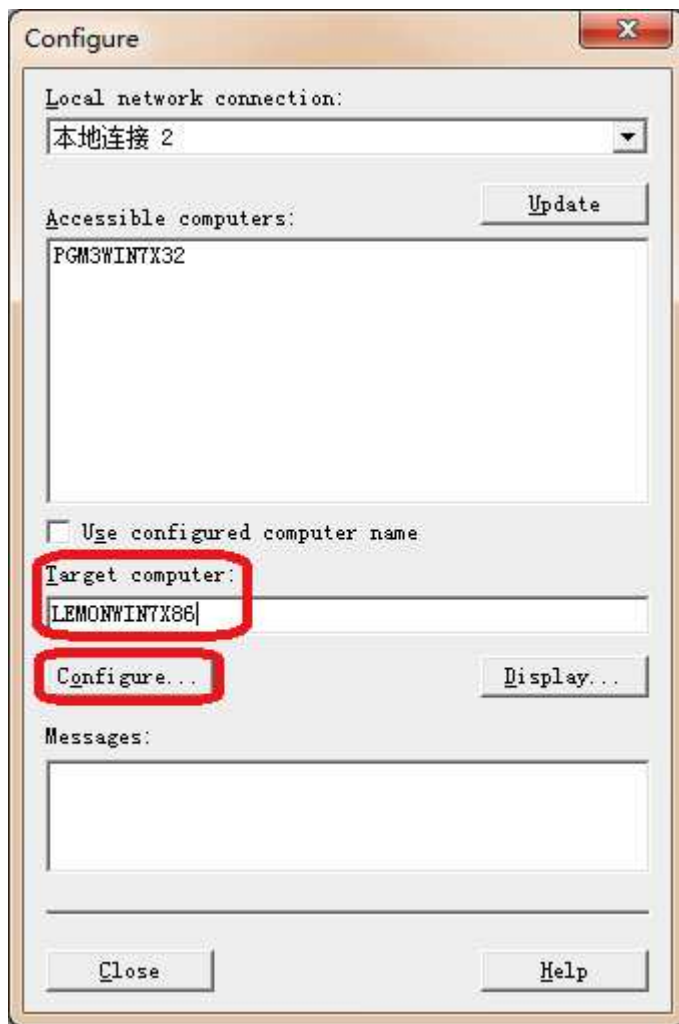

图16
(H) 如果可访问的计算机列表中没有出现OS站的名称，直接在目标计算机中输入OS站名称，选择Configure，如图16所示。